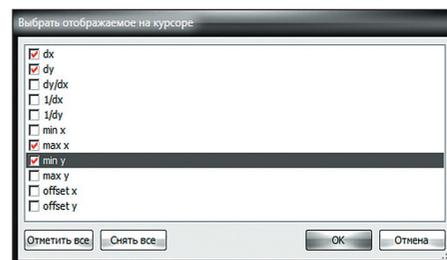

Рис. 8. Диалоговое окно «Выбор отображаемого на курсоре»
- В результате откроется диалоговое окно «Выбрать отображаемое на курсоре» (рис. 8), в котором все возможные значения измерений представлены в виде списка чекбоксов. Отображение значения в окне данных графика задается путем установки флажка в соответствующем чекбоксе.